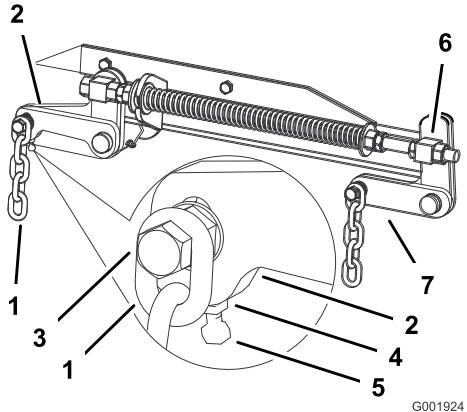

Figura 61
7. Se le misure al punto **B** o **C** non sono esatte, allentate il bullone che monta la catena posteriore al braccio di supporto posteriore (Figura 61).
8. Allentate il controdado sottostante il braccio di supporto posteriore, e regolate il bullone di regolazione fino ad ottenere una misura tra 79 e 83 mm (Figura 61).
7. Allentate di 13 mm circa i controdadi delle parti girevoli anteriori destra e sinistra (Figura 61).
8. Regolate i dadi di sollevamento sui lati destro e sinistro della macchina finché la parte anteriore della macchina non risulta più bassa di 6–10 mm al punto **A** rispetto al punto **B** della parte posteriore (Figura 61).